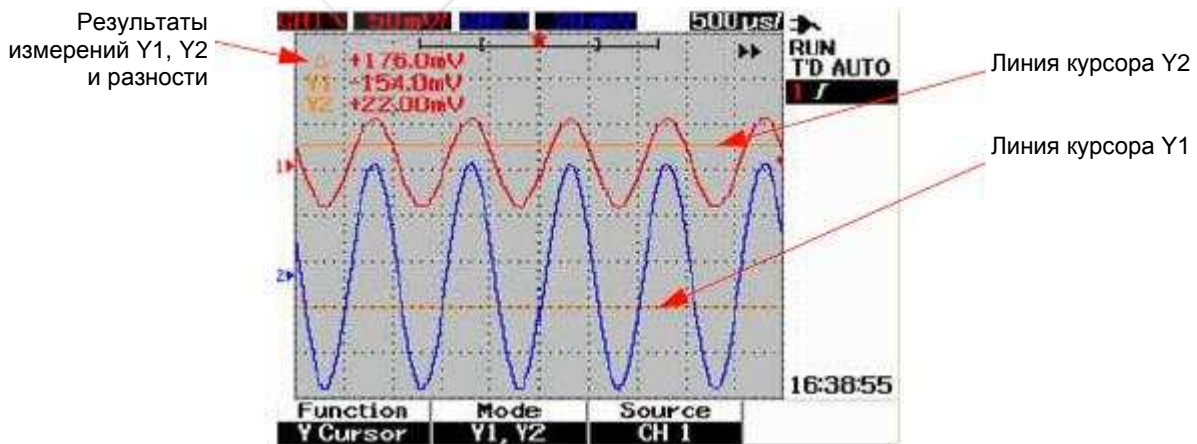

Рис. 3-27 Измерения с курсорами Y для сигнала в канале 1 с линиями курсоров Y1 и Y2
4. На рис. 3-27 выбраны обе линии курсоров (режим Y1 and Y2), причем измерения выполняются для сигнала в канале 1.